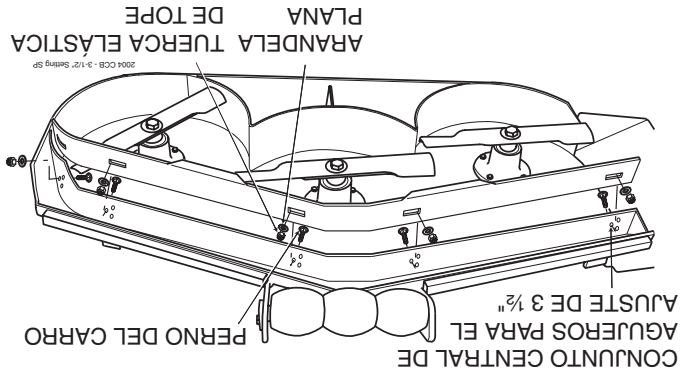

Figura 6-10. Posición del deflector de corte personalizado de 3-1/2"
- B. Posición 3-1/2" - el deflector se instala usando el conjunto central de agujeros en el deflector frontal soldado dentro de la plataforma de corte. (Vea la Figura 6.10). Se puede usar para cortes de propósito general. Colocar el deflector de corte personalizado en la posición 3-1/2" le da una adecuada combinación de desempeño de corte en todos los tipos de césped.